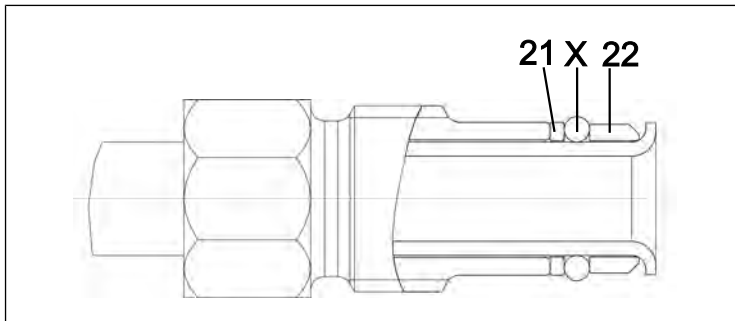

Fig. 31: Placement correct du joint torique
2. Remplacez les joints toriques (16) et (17) sur le raccord de tuyaux du piège à liquide (11).
3. Remplacez le joint torique (15) sur le raccord de tuyaux du condenseur haute performance (12).
**i** Lors du remplacement des joints toriques, veillez à bien positionner les nouveaux joints toriques (entre manchon (22) et coussinet de glissement (21 ; voir Fig. 31).